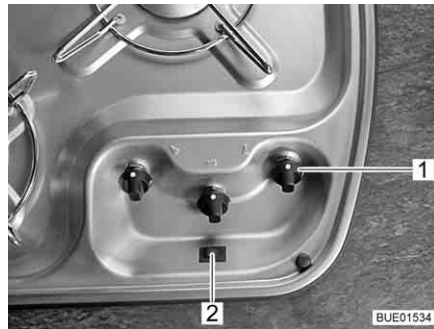
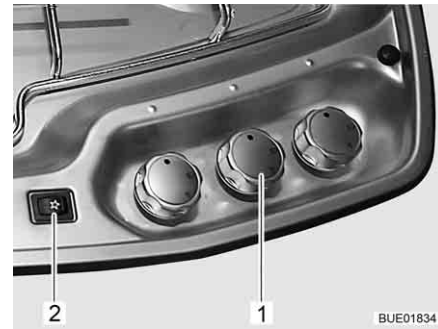

Fig. 199 Elementi di comando del fornello a gas (Viseo)
Fig. 200 Elementi di comando del fornello a gas (Elegance)
- Girare il pomello girevole (Fig. 199,1 o Fig. 200,1) degli apparecchi a fiamma libera desiderati in posizione accesa (fiamma alta).
- Premere il pulsante per l'accensione (Fig. 199,2 o Fig. 200,2). Sul bruciatore vengono prodotte scintille.